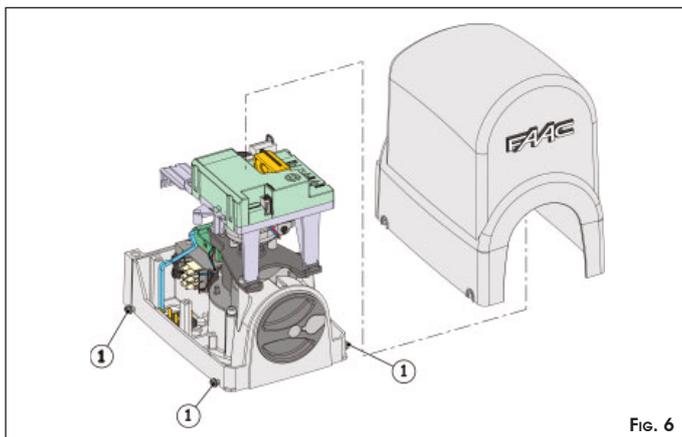

Fig. 6
- Allentare di circa 1/2 giro le quattro viti di bloccaggio del carter superiore (Fig.6 rif.①) e sfilare il carter. Predisporre l'operatore per il funzionamento manuale, vedi paragrafo 7.